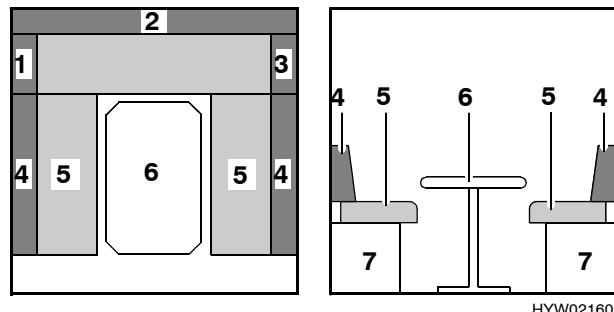

Fig. 88 Prima della trasformazione
- Collocare i cuscini dello schienale (Fig. 88,1), (Fig. 88,2) e (Fig. 88,3) sotto il tavolo.